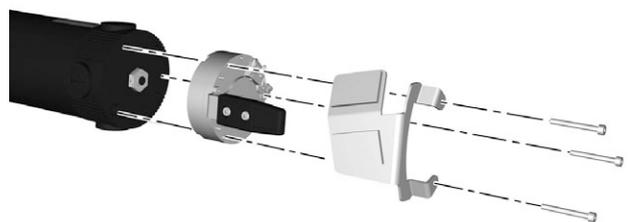

Abbildung 55. Die Magnetbremse ist mit drei Schrauben befestigt.
6. Magnetbremse demontieren. Sie ist mit drei Schrauben befestigt. Siehe Abbildung. 55.